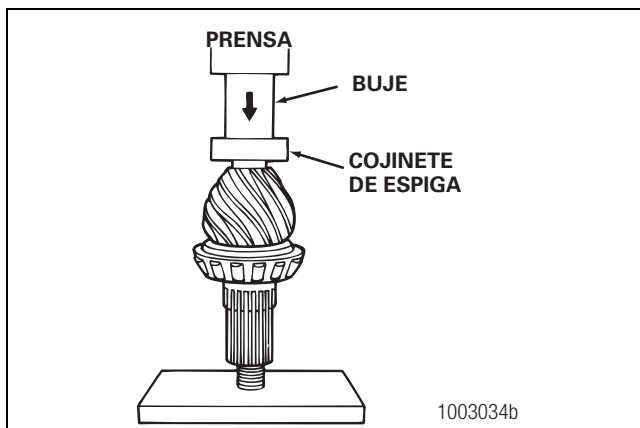

Figura 5.3
1. Coloque el piñón de mando en una prensa con la cabeza del engranaje hacia arriba. Figura 5.3.
2. Prese el cojinete de espiga sobre el extremo del piñón de mando. El cojinete debe quedar al ras con la cabeza del engranaje. Use un buje del tamaño adecuado contra la pista interior del cojinete. Figura 5.3.